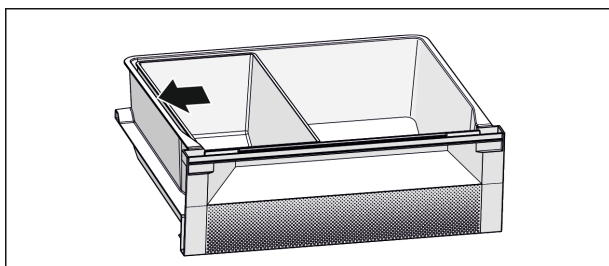

Fig. 6
- ▶ Поставете тавичката Fish & Seafood. С изобразената позиция постигате оптимална охлаждаща функция (виж Fig. 6).